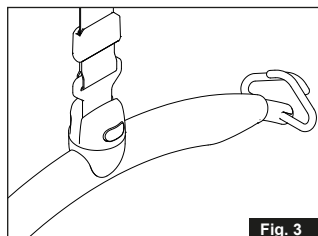

Fig. 3
3. Drej ophængskrogen til lodret position (fig. 3).